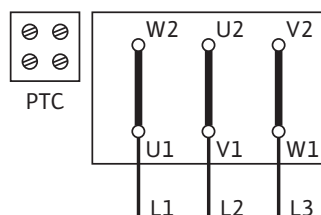

Fig. 45: Y-Δ-käivitumine (standard)
Elektriühenduse skeem paikneb klemmikarbi kaanel (vt ka Fig. 45/46).
- Klemmiliistu võrguühendus oleneb mootori võimsusest P_2 , toitepingest ja lülitusviisist. Ühendussildade vajaliku lülituse klemmikarbis leiate järgmisest tabelist „Tabel 4. Ühendusklemmide struktuur” auf Seite 18 ja Fig. 45/46.
Y-Δ-käivitumine (Standard)	Ühendussildade eemaldamine (Fig. 45)